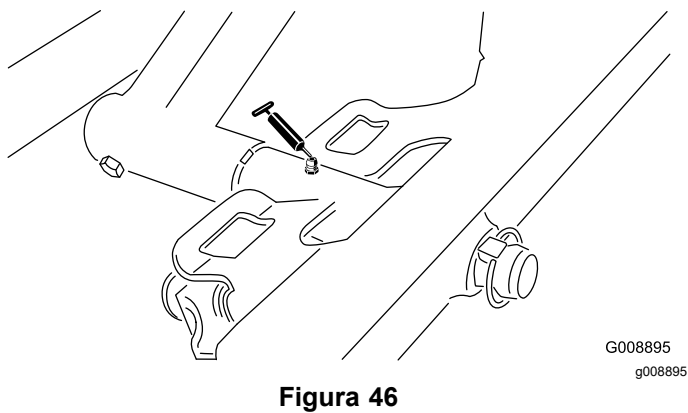

Figura 46
- Perno dell'apparato di taglio anteriore (Figura 46)